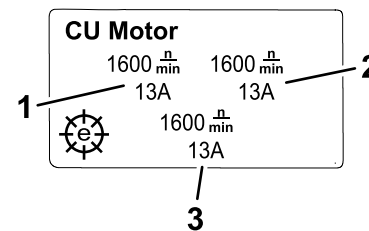

Bild 22
- **Informationsbildschirm für den Motor des Mähwerks (Bild 22):** Zeigt die Geschwindigkeit und den Strom jedes Mähwerkmotors an.